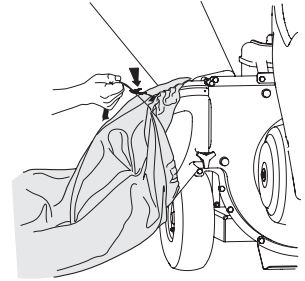

Figura 6
2. Oprima la hebilla de seguridad para soltar la tira de extracción de la bolsa antes de soltarla del deflector del canal. Vea la Figura 6.